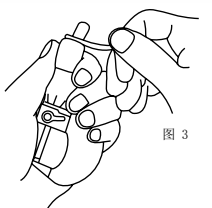

图 3
- 当校准误差在 $\pm 0.01\text{ mm}$ 以上时(图3)